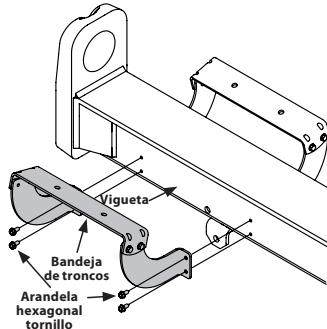

Figura 8
18. Vuelva a colocar el bandeja de troncos al costado de la vigueta con la válvula de control, alineando los orificios del bandeja con los orificios de la vigueta. Vea la Figura 8.